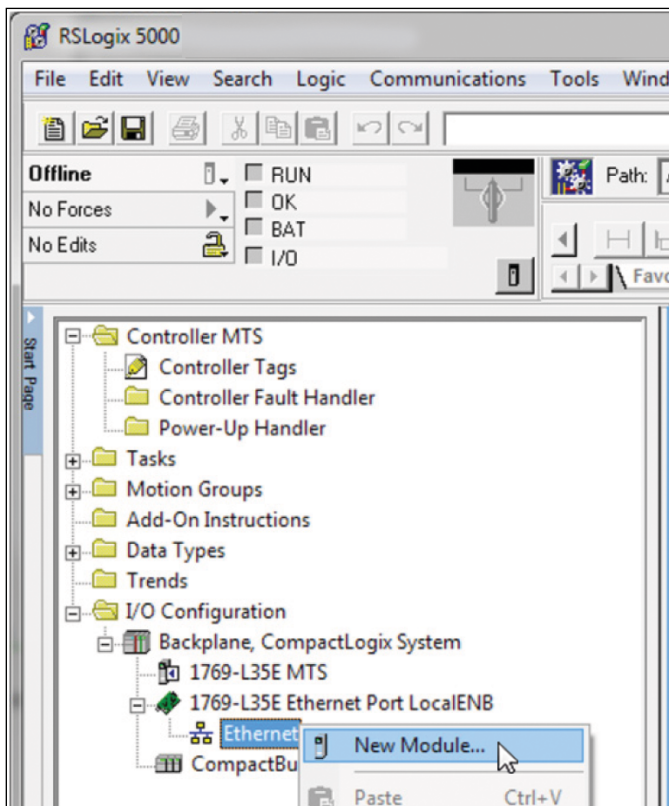

Abb. 120: Neues Modul zum RSLogix 5000 IO-Verzeichnisbaum hinzufügen
3. Auf der linken Seite der Hauptansicht der Oberfläche des Programms RSLogix 5000 befindet sich der Verzeichnisbaum „Controller Organizer“. Klappen Sie in diesem Baum den Eintrag „I/O Configuration“ auf. Klappen Sie den Eintrag zu Ihrem Netzwerk auf. Klicken Sie mit der rechten Maustaste auf den Eintrag „Ethernet“ und wählen Sie den Eintrag „New Module“ aus (Abb. 120).